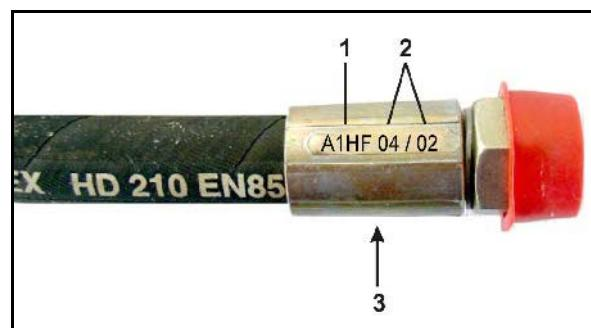

Рис. 120
- Семяпроводы (Рис. 120/1) сошников техколеи должны быть закреплены на тех выпускных отверстиях, которые могут закрываться при помощи заслонок (Рис. 120/2).
Для создания двух колей в распределительной головке может закрываться следующее количество заслонок на одну колею (Рис. 120/2):
- Неиспользуемые заслонки (Рис. 120/2) деактивизируйте.